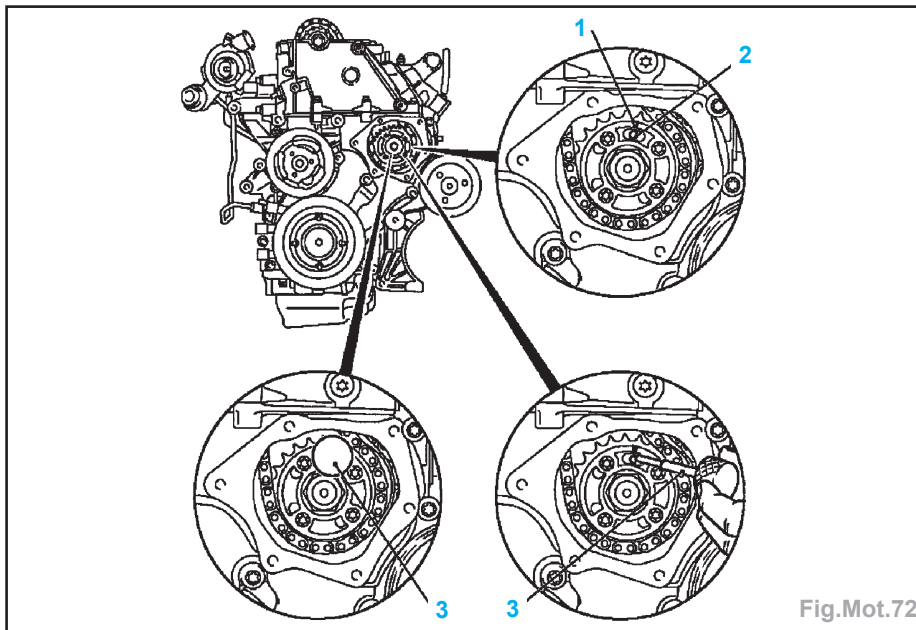

Fig.Mot.72
- de la pompe à injection. Insérer l'outil **KM-927** (3) dans l'alésage d'arrêt de la pompe d'injection (Fig.Mot.72).